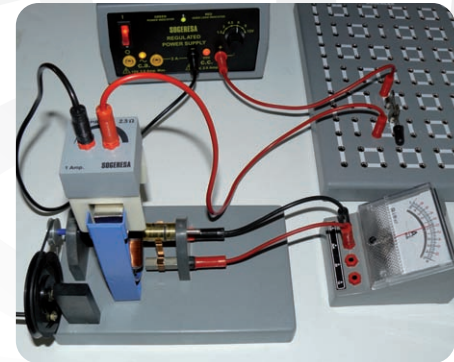

Figura.2 [dinamo]
5. Quitar los imanes y colocar la bobina de 400 espiras en su lugar. Cerrar el circuito de esta bobina inductora, conectándola con la fuente de alimentación [salida 6V]. Situar, atravesando el hueco de la bobina, el núcleo de hierro. Figura 2 [dinamo]